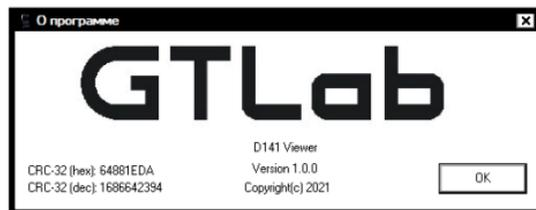

Рисунок 24. О программе «D141 Viewer»
2.3.4 При запуске программы на экране монитора появляется рабочее окно программы, приведенное на рисунке 23. Под строкой заголовка программного интерфейса расположена строка меню «Справка», которая содержит подпункт «О программе...», при нажатии на него программа вызывает окно с информацией о версии и цифровом идентификаторе ПО (CRC-32) согласно рисунку (Рисунок 24).